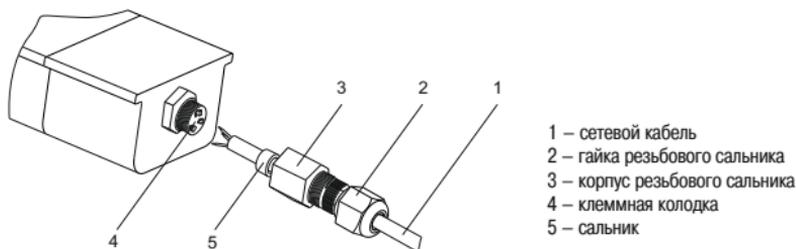

Рисунок 4
8 Для подключения светильника необходимо (рисунок 4):
- присоединить подготовленные концы сетевого кабеля 1 к контактным зажимам клеммной колодки 4, согласно маркировке: (L) – фаза, (N) – нейтраль (кроме ДСП 1336А). Подключение светильника ДСП 1336А производится согласно выбранного режима работы (3.2.5) и схемы подключений (рисунок 4; рисунок 5);